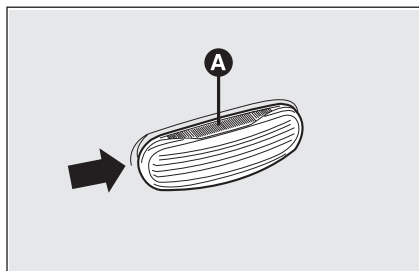
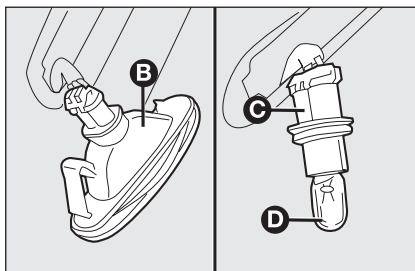

fig. 26
fig. 27
- agir sur le transparent **A**-fig. 26 de façon à comprimer le ressort intérieur **B**-fig. 27, puis défiler le groupe vers l'extérieur;